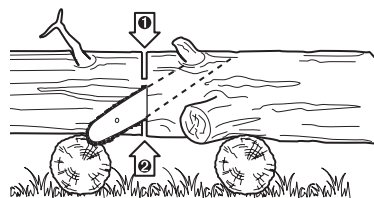

Fig. 34
3. Cuando el tronco está apoyado en ambos extremos (Fig. 34), corte $1/3$ del diámetro de la parte superior (trozado descendente). A continuación, realice el corte final haciendo un seccionamiento inferior en los $2/3$ inferiores hasta encontrarse con el primer corte.